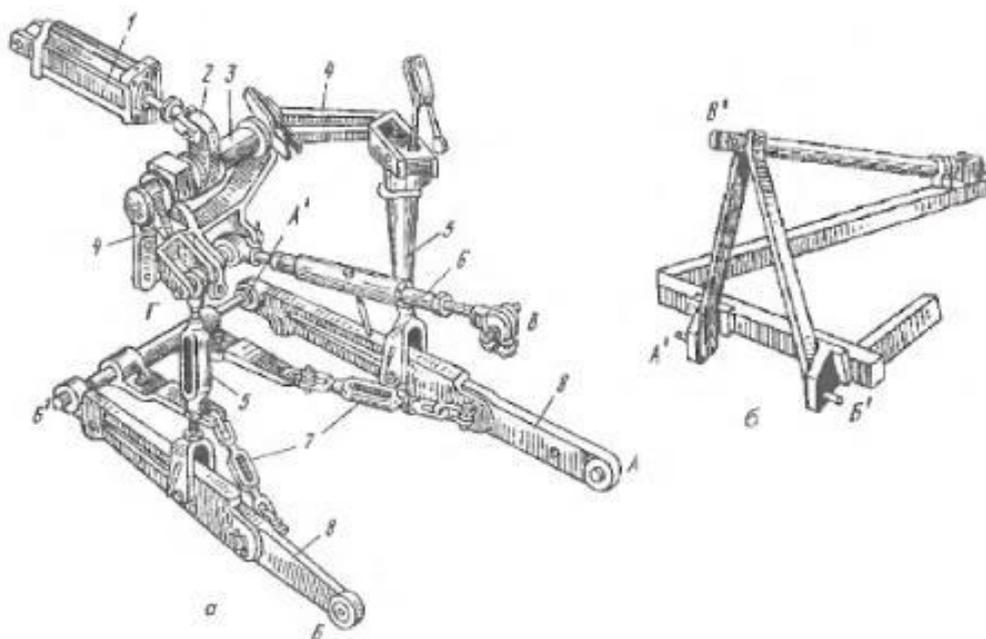

Рисунок 2.6. Устройство механизма навески:
- гидроцилиндра 1 (рисунок 2.6)